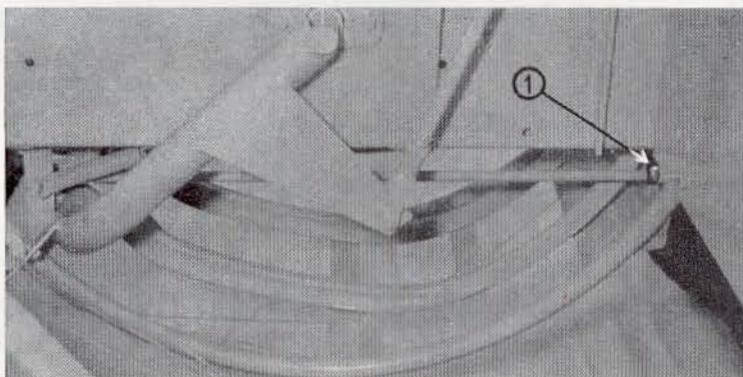

Fig. 24. — Réglage du dispositif.
- 3 - Si le verrou ne s'efface pas dans les cotes indiquées ci-dessus, débrancher la chape et régler la longueur de la tige pour obtenir ce réglage (voir fig. 24).